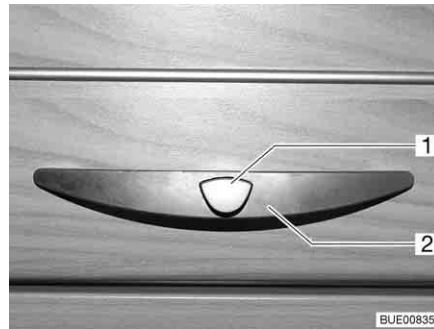

Bild 42 Skåplucka med handtag (exempel)
- Tryck på låsknappen (Bild 42,1) på handtaget (Bild 42,2) och håll den nedtryckt.